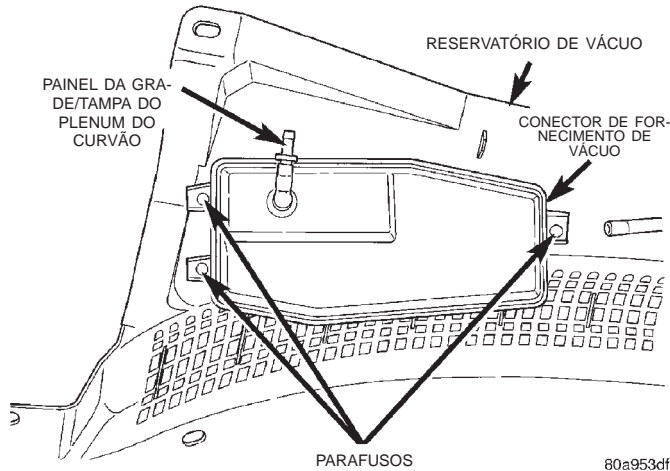

Fig. 39 Reservatório de Vácuo
(7) Desencaixe o orifício central entalhado, de cada lado do painel da grade/tampa do plenum do curvão, do colchete de pressão, com fundo adesivo. **(Se equipado: este recurso pode não existir em alguns modelos).**
(8) Erga o painel da grade/tampa do plenum do curvão da parte superior do curvão, o suficiente para acessar o bico do lavador do pára-brisa e a tubulação de vácuo, próximo à extremidade direita do plenum do curvão.
(9) Desconecte a mangueira de fornecimento do lavador do pára-brisa no conector em linha.
(10) Desconecte a mangueira de fornecimento de vácuo do reservatório de vácuo. A mangueira está presa na parte inferior da extremidade direita do painel da grade/tampa do plenum do curvão (Fig. 39).
(11) Remova, do veículo, o painel da grade/tampa do plenum do curvão.
(12) Remova os três parafusos que prendem o reservatório de vácuo à parte de baixo do painel da grade/tampa do plenum do curvão.
(13) Remova o reservatório de vácuo do painel da grade/tampa do plenum do curvão.
(14) Para instalar, inverta os procedimentos de remoção. Aperte os parafusos de montagem do reservatório de vácuo com torque de 2,2 N·m (20 pol.-lb.).